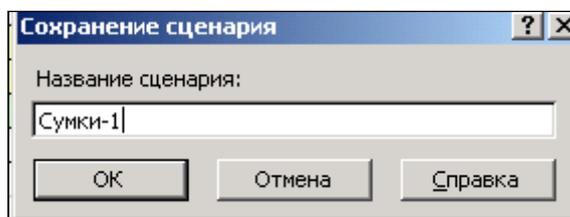

Рис.14. Окно сохранения сценария
3. В диалоговом окне сохранения сценария введите имя сценария «Сумки-1» (Рис. 14). Нажмите ОК, при этом происходит возврат в окно результатов поиска решения.